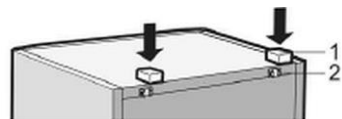

Abb. 2
8. Nehmen Sie die zwei Streben (1) und setzen Sie diese in die Führungen (2) im oberen Teil der Rückwand ein (Abb. 2).